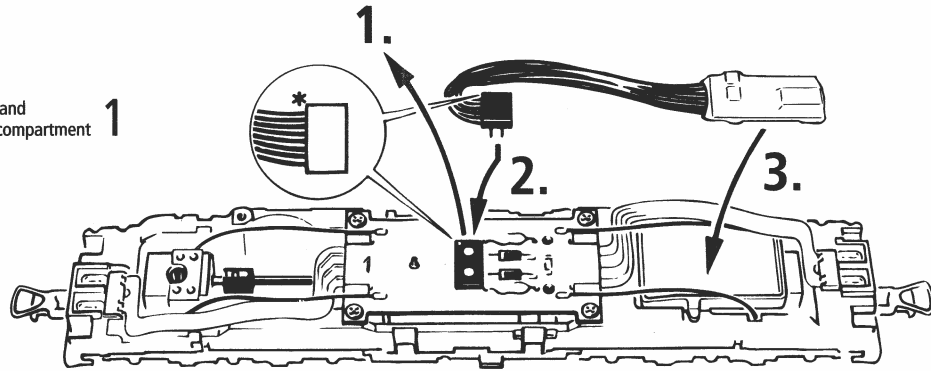

Fig. 7
**1. Reinigung der Radstromkontakte:** Radstromkontakte können auf unsauberen Schienen leicht verschmutzen. Bitte **entfernen Sie vorsichtig** mit einem kleinen Pinsel **den Schmutz** an den in Fig. 7 gekennzeichneten Stellen.
**1. Rensning af strømkontakterne på hjulene:** Strømkontakterne på hjulene kan let blive snavsede på urene skinner. Fjern forsigtigt snavet med en lille pensel på de steder, der er markeret i fig. 7.
**1. Cleaning of wheel contacts:** Wheel contacts easily get dirty on tracks which are not entirely clean. Use a small brush to **remove dirt** from spots marked in fig. 7.